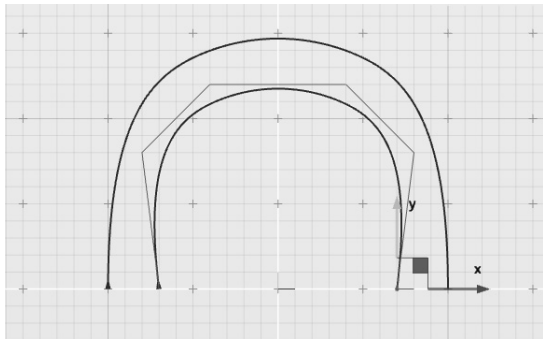

图 5-81 调整曲线首末端点的位置
7) 仍然保持该曲线处于选中状态, 切换至“编辑参数”模式, 使用“平移”工具, 分别调整曲线的首末端点位置, 如图 5-81 所示。